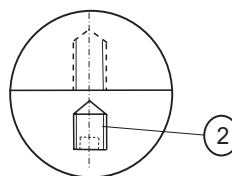

Abb. 1
2. Gewindestift (e) M4 herausdrehen. (Abb.1)/
Unscrew the threaded pin (s) M4 (Abb.1)/
Dévisser la tige (s) taraudée (s) M4 (Abb.1).